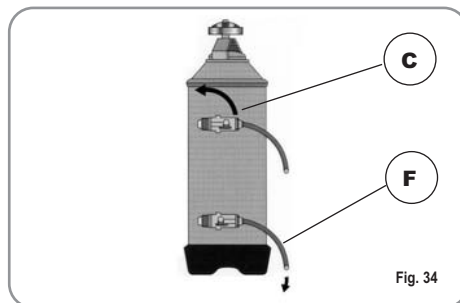

Fig. 34
2) Colocar nuevamente el tapón y llevar la palanca C hacia la izquierda (Fig. 34), dejando descargar el agua salada del tubo F para que no se vuelva dulce aproximadamente 1/2 hora).